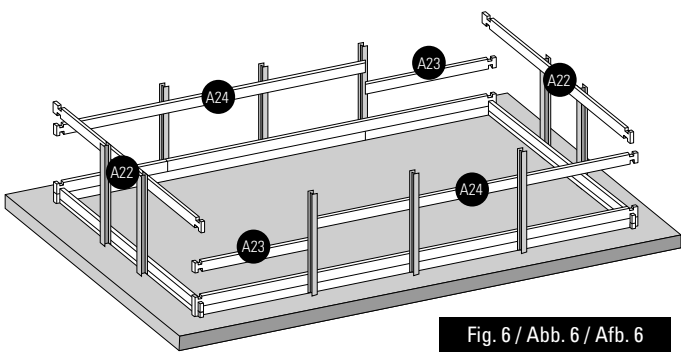

Fig. 6 / Abb. 6 / Afb. 6
- EN 3rd LAYER OF BOARDS:** Install the third layer of boards as shown in figure 6. The position of the refilling fitting with the key and the skimmer should be defined at the start of the assembly (read the specific paragraphs).
- FR 3ÈME RANGÉE MADRIERS :** Positionnez les madriers de la 3ème rangée conformément à la figure 6. Vous devez avoir déterminé l'emplacement de la buse de refoulement et du skimmer dès le début du montage (voir paragraphes spécifiques).
- DE 3. BRETTERREIHE:** Platzieren Sie die Bretter der dritten Reihe laut Abb. 6. Zu Beginn der Montage müssen Sie die Lage des Druckventils und des Skimmers festlegen (lesen Sie hierzu die entsprechenden Abschnitte).
- NL 3ª RIJ PLANKEN:** Plaats de planken van de derde rij zoals te zien is op afbeelding 6. U moet al bij aanvang van de montage bepalen op welke plaats het uitstroommondstuk en de skimmer moet komen (less de betreffende paragrafen).